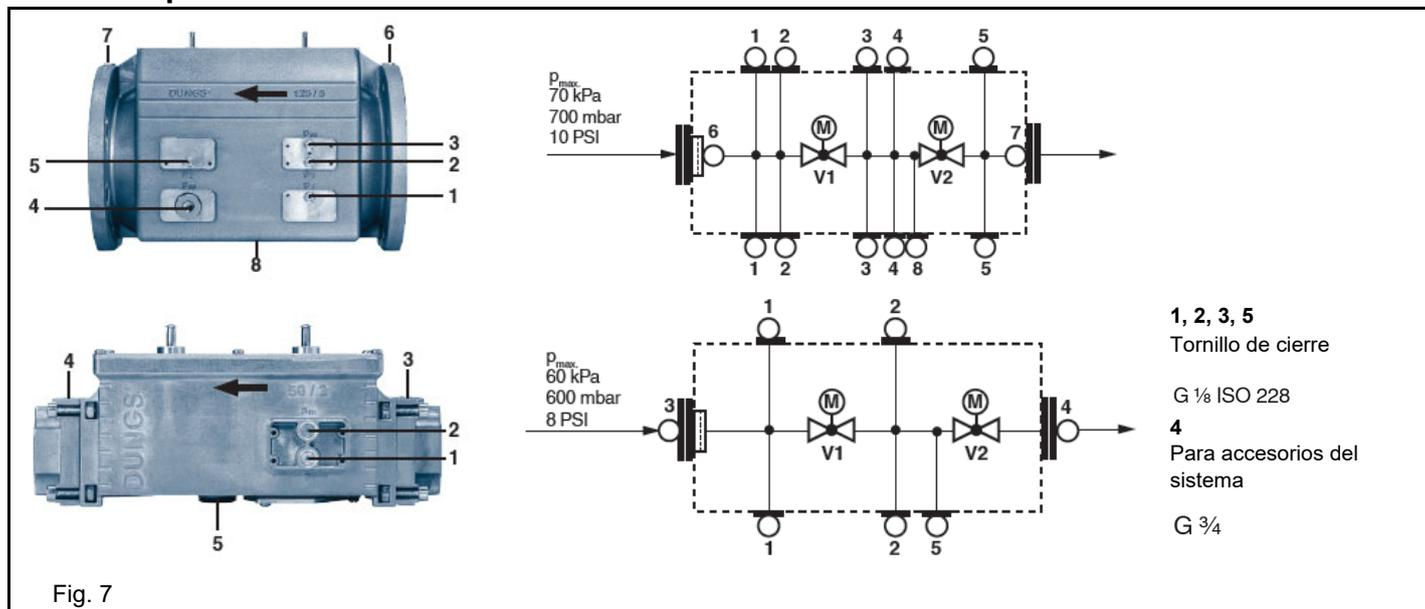

Fig. 7
4. El VD se puede montar girado a 180°, fig. 7.